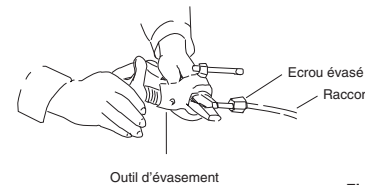

Fig. 5-3
- (3) Enlever l'écrou évasé de l'unité, et veiller à le monter sur le tube en cuivre.
- (4) Créer un évasement à l'extrémité du tube en cuivre avec un outil d'évasement. (Fig. 5-3)